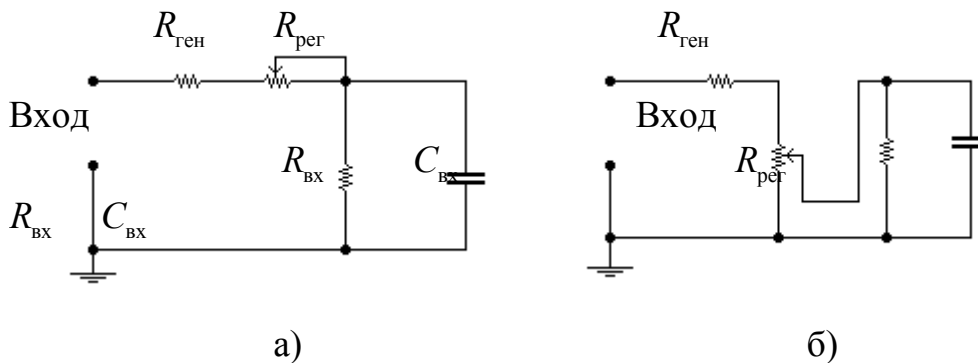

Рис. 4.1. Схемы пассивной регулировки усиления
1. Соберите схемы пассивной регулировки усиления (рис. 4.1). Выберите величину регулировочного сопротивления $R_{\text{рег}}$ таким образом, чтобы в худшем случае верхняя граничная частота на уровне 0,7 для каждой из схем составляла не менее заданной преподавателем (или выбранной студентом) величины (внутреннее сопротивление источника сигнала $R_{\text{ген}}$ примите равным 50-100 Ом, сопротивление нагрузки $R_{\text{вх}} = 5$ кОм (входное сопротивление усилителя, на входе которого стоит регулятор усиления) и емкость нагрузки $C_{\text{вх}} = 100$ пФ (расчетные формулы даны в приложении в конце описания данной работы).
характеристику (зависимость модуля коэффициента передачи на средних частотах от величины регулировочного сопротивления). Под регулировочным сопротивлением в схеме а) понимается незамкнутая часть $R_{\text{рег}}$, в схеме б) – сопротивление между точкой подключения движка и общим проводом (нижняя часть сопротивления $R_{\text{рег}}$ на схеме рис. 4.1,б).
2. Какая из схем на рис. 4.1 обеспечивает большую глубину регулировки усиления при одинаковых значениях регулировочных сопротивлений?
Расчетные соотношения для схем рис. 4.1
В случае $R_{\text{ген}} = 0$ и $R_{\text{вх}}$, стремящегося к бесконечности ($R_{\text{вх}} \gg R_{\text{рег}}$), для схемы рис. 4.1,а
Для схемы рис. 4.1,б:
Для схемы рис. 4.1,б верхняя граничная частота минимальна в случае равенства сопротивлений выше и ниже движка потенциометра:
а параллельное соединение этих сопротивлений дает $R_{\text{экв}}$, определяющее верхнюю граничную частоту, как и в схеме рис. 4.1,а: